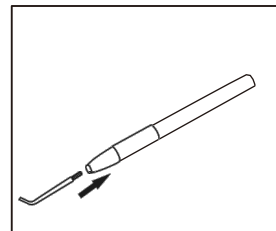

Abb. 35
- 5) Führen Sie die Zahnsonde in das Handgerät ein. (Abb. 35)